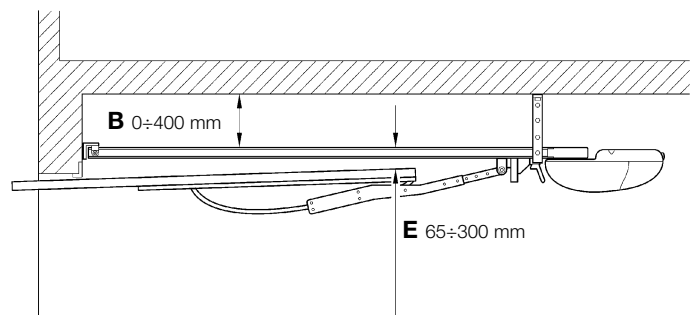

Figure 9
- Vérifier que la distance [E] de la figure 9, c'est-à-dire la distance minimum entre le côté supérieur du rail et le point maximum atteint par le bord supérieur de la porte, a une valeur minimum de 65 mm et maximum de 300 mm. Autrement GD0 ne peut pas être installé.